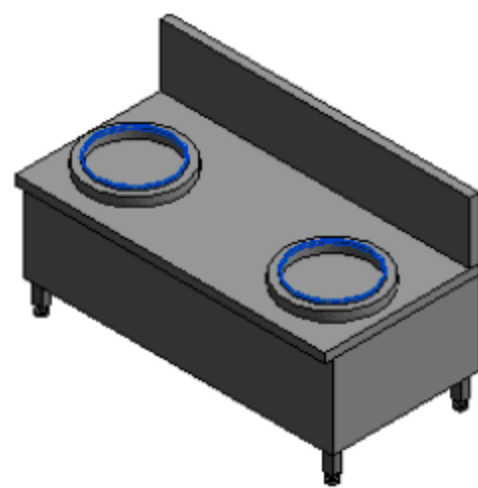

图 8.2.15 炉围 B 效果图
(15) 编辑可见性并添加材质。首先, 选中炉围 B 图元, 在“属性”面板中编辑“可见性/图形替换”选项, 取消“平面/天花板平面视图”复选框的选择, 单击“确定”按钮。其次, 添加炉围 B 的材质, 选择“不锈钢”类型, 单击“确定”按钮, 如图 8.2.15 所示。